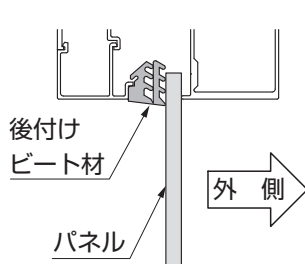

図1-20
- 後付けビート材には取付ける向きがあります。(図1-20参照)